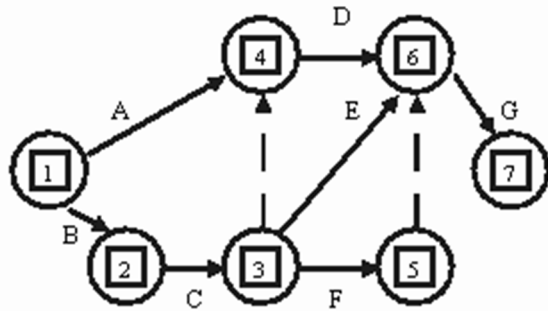

Рис. 6
**Путь** — последовательность взаимосвязанных работ, ведущая из одной вершины проекта в другую вершину. Например (см. рис. 6), {A, D, G} и {C, F} — два различных пути.